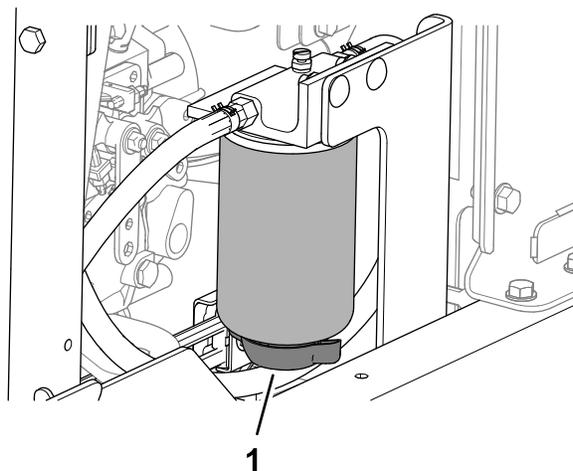

Figura 83
3. Allineate una bacinella di spurgo sotto la valvola di spurgo del separatore di condensa/carburante (Figura 83).